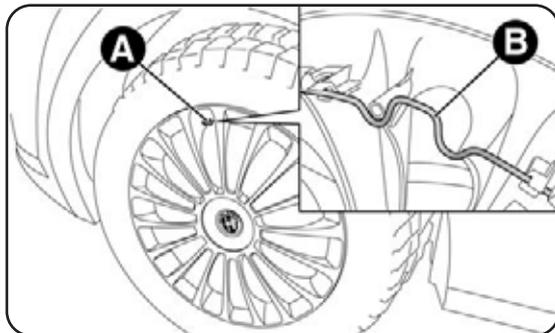
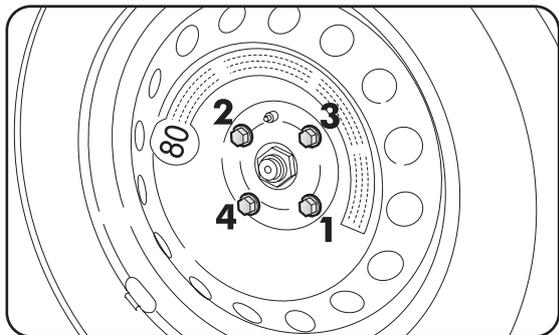

fig. 4
fig. 9
- para versões com jantes em aço. inserir a chave de parafusos na fissura A-fig. 4 de modo a fazer saltar a mola B de retenção do tampão da roda.
- com a chave A-fig. 4 apertar os parafusos de fixação;
- com a chave A-fig.4 apertar a fundo os parafusos, seguindo a ordem numérica ilustrada na fig. 9;